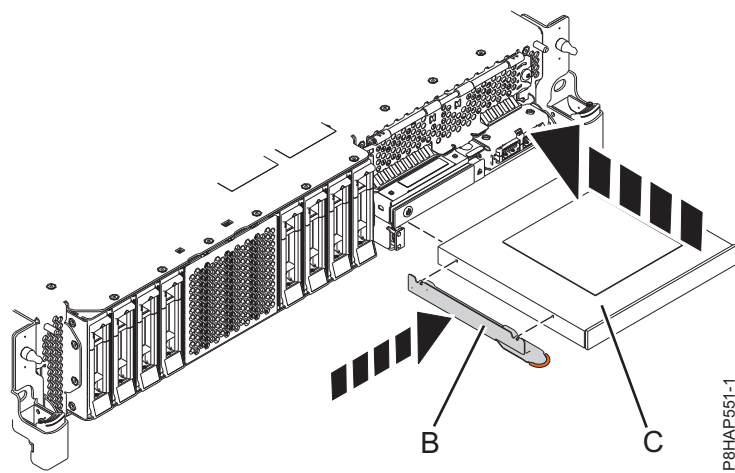
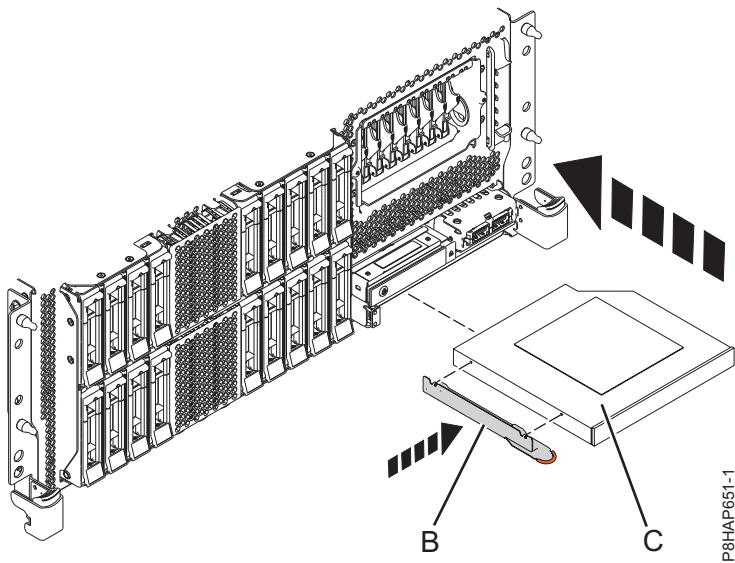
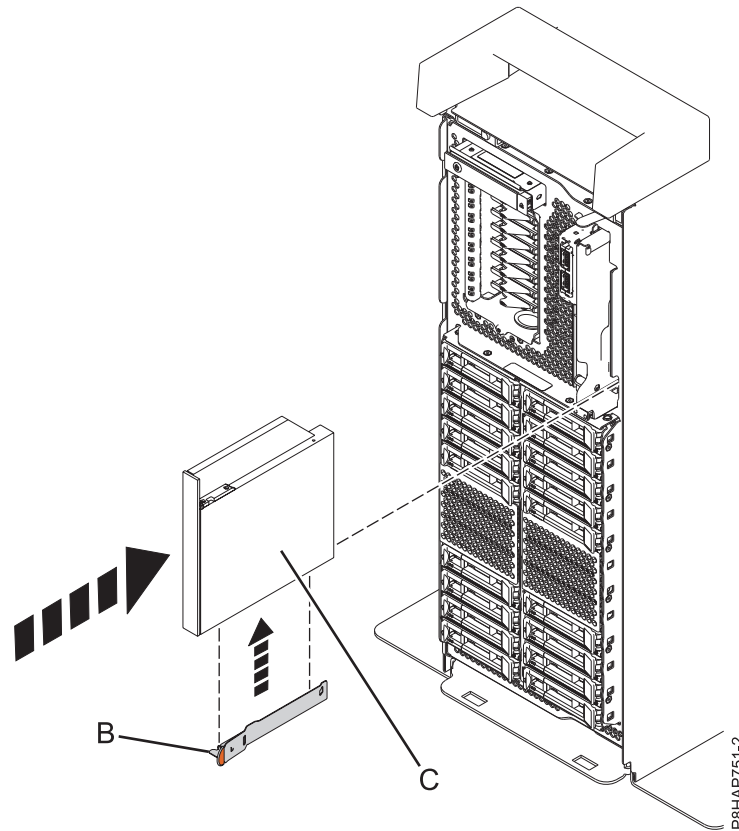

Figura 16. Instalación de un dispositivo de soporte extraplano en un sistema 5148-21L, 5148-22L, 8247-21L, 8247-22L, 8284-21A o 8284-22A
Figura 17. Instalación de un dispositivo de soporte extraplano en un sistema 8247-42L, 8286-41A o 8286-42A montado en bastidor
Figura 18. Instalación de un dispositivo de soporte extraplano en un sistema autónomo
5. Conecte la abrazadera de retención (B) al nuevo dispositivo de soporte extraplano, como se muestra en la Figura 16 en la página 22 para un sistema 5148-21L, 5148-22L, 8247-21L, 8247-22L, 8284-21A o 8284-22A; la Figura 17 en la página 22 para un sistema 8247-42L, 8286-41A o 8286-42A; o la Figura 18 en la página 23 para un sistema 8286-41A autónomo.
6. Alinee el dispositivo de soporte extraplano (C) con la bahía de soporte y aguante la parte inferior del dispositivo mientras lo desliza hasta la mitad en el sistema.
Para un sistema 8284-21A o 8284-22A, consulte la Figura 16 en la página 22; para un sistema 8247-42L, 8286-41A o 8286-42A montado en bastidor, consulte la Figura 17 en la página 22; o bien, para un sistema 8286-41A autónomo, consulte la Figura 18 en la página 23.